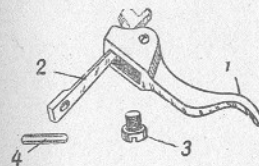

Рис. 6. Спусковой механизм:
9. **Спусковой механизм** (рис. 6) состоит из спускового крючка, спусковой пружины, винта и оси.